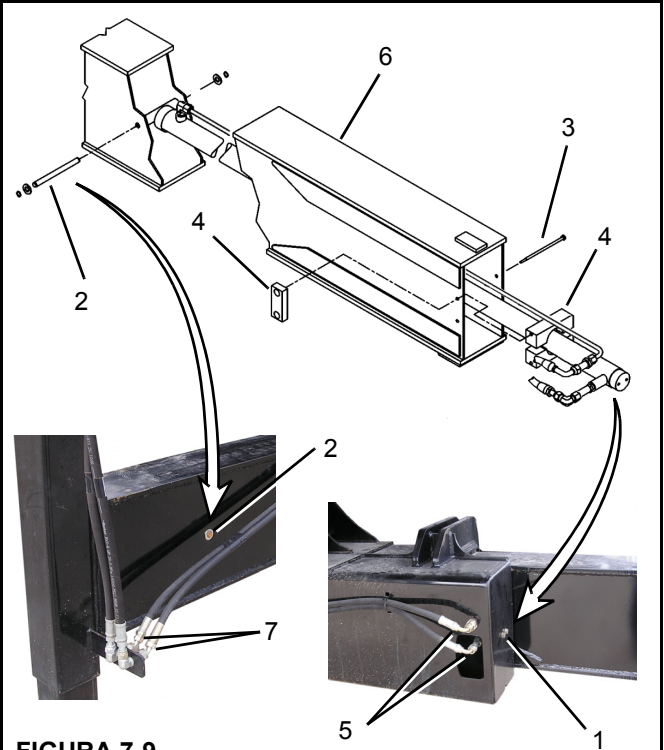

FIGURA 7-9
3. Etiquete e remova as mangueiras hidráulicas conectadas aos cilindros de extensão (5, Figura 7-9) e do estabilizador (7).
4. Remova os parafusos (1) e prenda o tambor do cilindro de extensão à caixa do estabilizador.
1. Remova o pino da haste do cilindro (2, Figura 7-9).
2. Remova os parafusos (3) das placas de desgaste do cilindro (4).